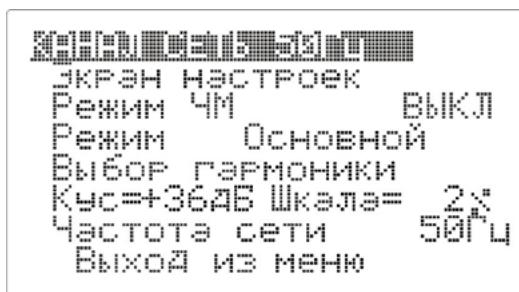

Рисунок 8 – Действия в экране меню
4.7.2 Действия в экране меню (рис. 8) – пп. 15...17, таблица 4.